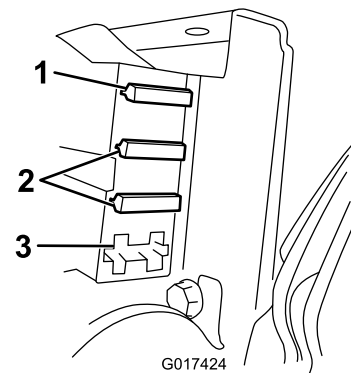

Bild 42
3. Prüfen Sie die Sicherungen im Sicherungsblock (Bild 42).
- Wenn eine Sicherung durchgebrannt ist, wechseln Sie sie mit einer Sicherung (passende Watt und Ampere) aus (Bild 42).